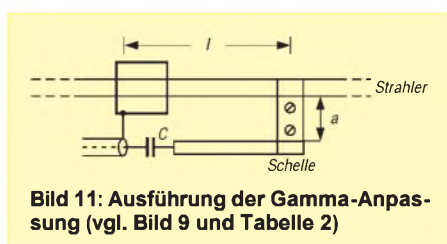

Bild 11: Ausführung der Gamma-Anpassung (vgl. Bild 9 und Tabelle 2)
Tabelle 2: Konstruktion bei Gammaanpassung (s. Bild 11)
3. Klassische Gammaspesung, Abmessungen wie in Tabelle 2 und Bild 11.